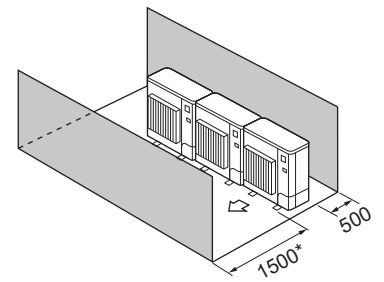

Fig. 2-16
(4) Hindringer kun foran og bak (Fig. 2-16)